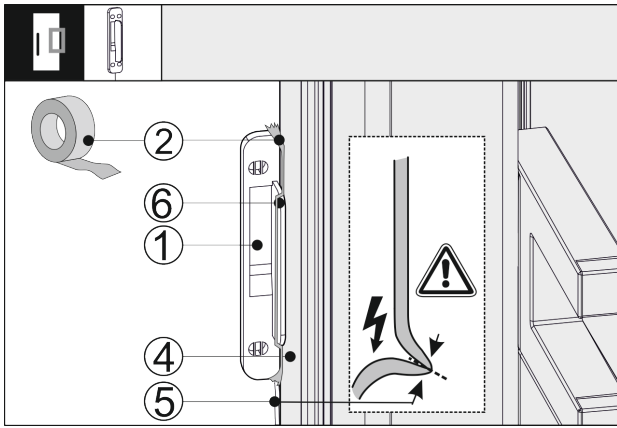

Fig. 42
- ▶ Εφαρμόστε τον αισθητήρα κρούσης Fig. 42 (1) στο πλαίσι στην πόρτα της συσκευής Fig. 42 (4), έτσι ώστε το στοπ Fig. 42 (6) να εφαρμόζει στην πόρτα της συσκευής Fig. 42 (4). Το καλώδιο του αισθητήρα Fig. 42 (5) είναι ελαφρώς τεντωμένο και εφαρμόζει στην πόρτα της συσκευής Fig. 42 (4).
- ▶ Στερεώστε τον αισθητήρα κρούσης Fig. 42 (1) με αυτοκόλλητη ταινία Fig. 42 (2). Ο αισθητήρας κρούσης θα βιδωθεί αργότερα με την πρόσοψη του επίπλου.